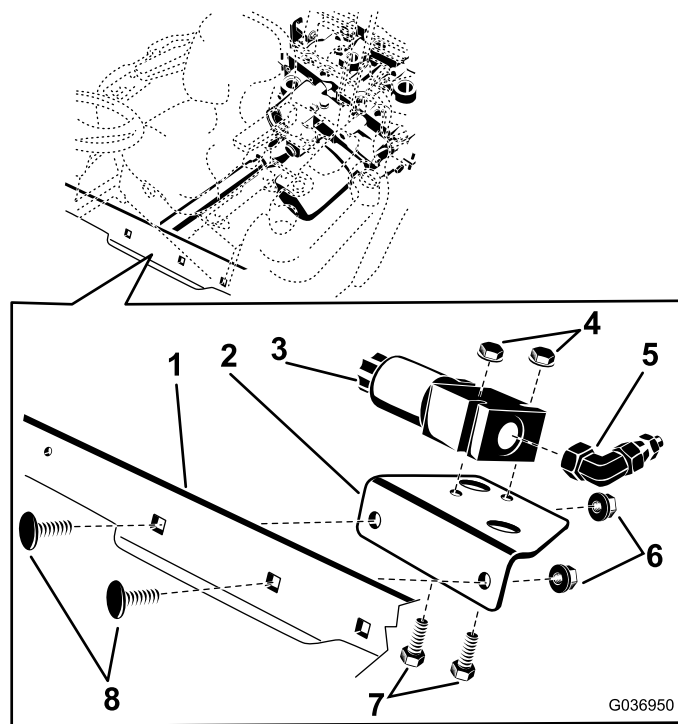

Bild 1
2. Befestigen Sie die Montageplatte mit zwei Schrauben (3/8" x 1") und zwei Bundmuttern (3/8") an der Querstrebe des Rahmens. Positionieren Sie die Platte wie in Bild 1 dargestellt.
3. Drehen Sie das 90°-Adapter-Anschlussstück in das Ende des Differenzialsperrentils, positionieren Sie es wie in Bild 1 dargestellt.
(1/4") auf der Halteplatte. Positionieren Sie das Differenzialsperrentil an der Montageplatte, wie in Bild 1 dargestellt.